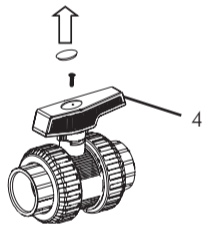
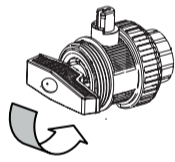

Fig.05
Fig.06
To use this, remove the upper plug with the help of a screwdriver acting as a lever. Dismantle the screw and remove the handle (4), pulling upwards Fig.05. Dismantle the valve's union nuts (3) and remove them from their housing. Put the handle into the slot that is found in the seal carriers for this purpose (12) and turn the key anti-clockwise to tighten the O-ring and clockwise to loosen it Fig.06.
Pour son utilisation, ôter le bouchon supérieur, faire lever au moyen d'un tournevis et enlever la poignée (4) en tirant vers le haut Fig.05. Démontez les écrous (3) de la vanne et ôtez-les de leur logement. Introduisez la poignée dans la rainure spéciale du porte-joint (12) et tournez la clé dans le sens contraire des aiguilles d'une montre pour serrer le joint et à l'inverse pour le desserrer Fig.06.
Para su utilización, sacar el tapón superior, con ayuda de un destornillador hacer palanca. Desmontar el tornillo y extraer la maneta (4) tirando hacia arriba Fig.05. Desmonte las tuercas (3) de la válvula y extraiga éstas de su alojamiento. Introduzca la maneta en la ranura que a tal efecto tiene el portajuntas (12) y gire la llave en sentido contrario a las agujas del reloj para apretar la junta y al revés para aflojarla Fig.06.